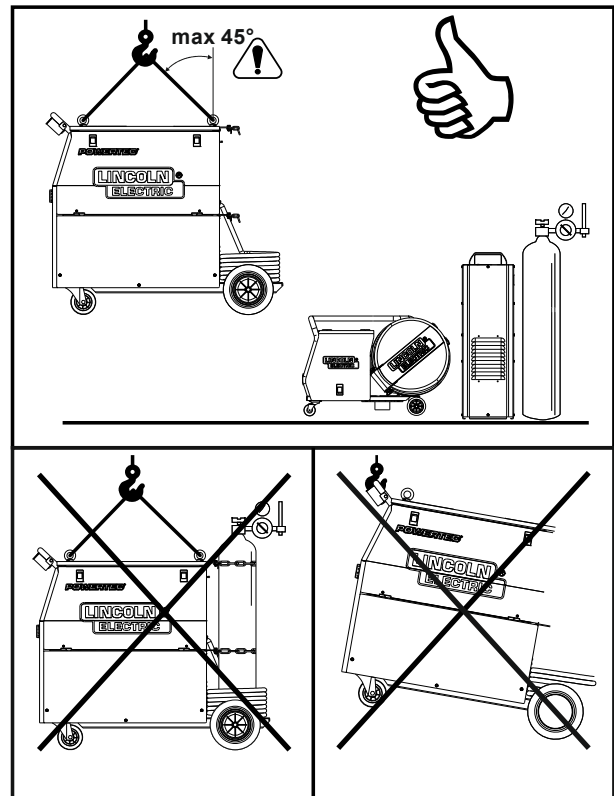

Figura 17.
- Atornille un cáncamo de elevación y aplique una carga axial a 45 grados, como muestra la figura 17.